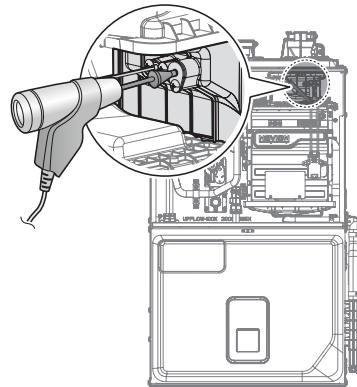

Figura 7. Inserte el Analizador
- b. Inserte el analizador en el puerto (Figura 7).